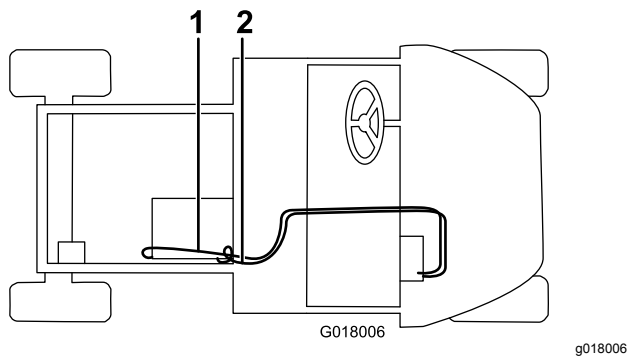

図 28
5. ホースクランプを使ってヒーターバルブに長いホースを接続し、このホースをシートベースの穴へ、次に荷台フレームの穴へ通して、ストレートフィッティングにクランプで接続する 図 28。ホースの長さが余っている場合は切断する。
6. ホースクランプを使って、短いホースを白い補給口へ接続し、このホースをグローブボックスのR-クランプに通し、シートベースの穴に通し、下ラジエーターホースの字フィッティングにクランプで固定する図 28。ホースの長さが余っている場合は切断する。